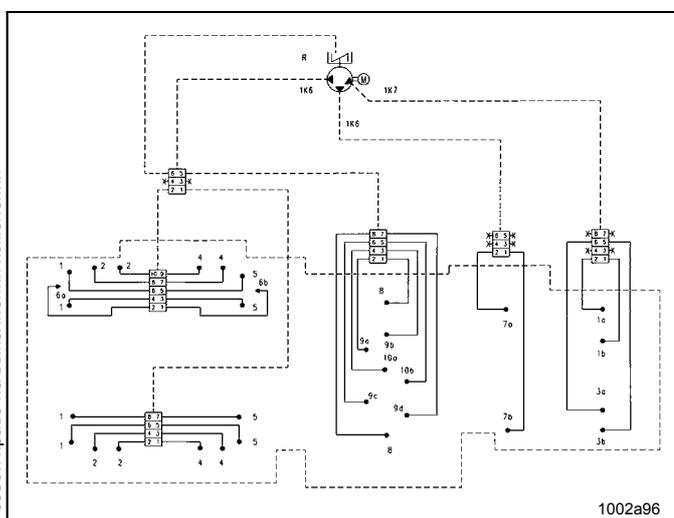

Рис.38 Распределение количества смазки
- осуществлять распределение смазки согласно рис. 38, 39.